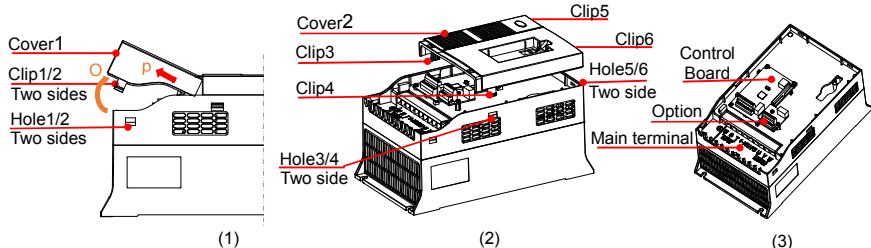

Рис.3-3 NE300 3P 400V 15~22кВт(GB)/18.5~30 кВт (PB)
Рис.3-3а NE300 3P 400V 1.5~11kW(GB)/2.2~15kW(PB)
■ Существует 2 разных типа моделей с пластиковым корпусом см. Рис.3-3а/б
■ Установка и снятие кнопочной панели: Выньте панель из привода как показано на Рис.3-3а(1), затем потяните в направлении 'P'. Установка происходит в противоположном порядке.
■ Подготовка для моделей с Рис.3-3а: Ослабьте скобы 3/4, затем поднимите крышку в направлении 'O' и снимите по направлению 'P'.
■ Подготовка для моделей с Рис.3-3б: Ослабьте скобы 1/2, поднимите пластиковую крышку №1 в направлении 'O' и снимите по направлению 'P'. Ослабьте скобы 3-6 и снимите крышку №2.